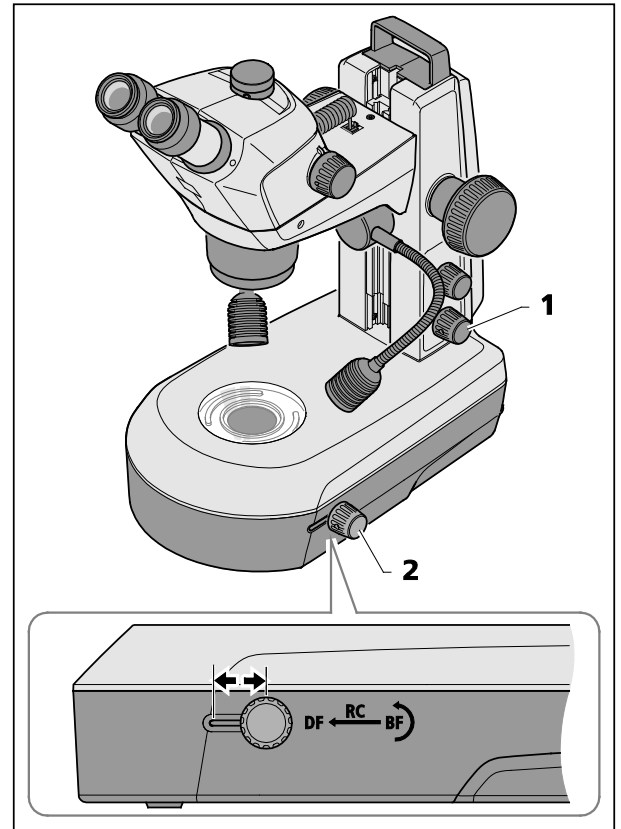

Bild 26 Durchlichteinheit im Stativ K LAB
- Durch Drücken auf den unteren Drehknopf (Bild 26/1) Durchlicht einschalten.
- Durch Schieben des Dreh-/Schiebeknopfes (Bild 26/2) in die hintere Stellung Hellfeld (BF) einstellen.
- Durch Drehen des Dreh-/Schiebeknopfes (Bild 26/2) den Klar- oder diffusen Spiegel einschwenken bzw. den Kippwinkel verstellen.
- Durch Verschieben des Dreh-/Schiebeknopfes (Bild 26/2) in die vordere Stellung wird auf Dunkelfeld-Beleuchtung (DF) umgeschaltet.
Durch Verschieben des Dreh- / Schiebeknopfes (Bild 26/2) in eine mittlere Position und durch Kippen des Spiegels werden Schräglichteffekte (RC) erzeugt, sehr gut geeignet zum Sichtbarmachen von Strukturen ungefärbter Objekte.